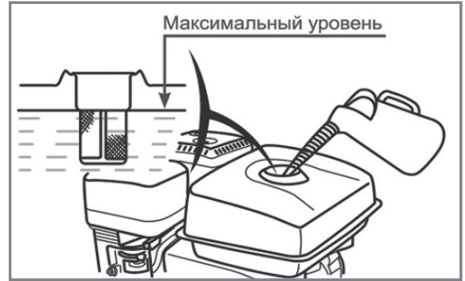

Рис. 10 Максимальный уровень топлива в топливном баке
ВНИМАНИЕ! Не заполняйте топливный бак полностью. Заливайте бензин в топливный бак до уровня примерно на 25 мм ниже верхнего края заливной горловины, чтобы оставить пространство для теплового расширения топлива. Максимальный уровень топлива показан на Рис. 10
3. Залейте бензин в топливный бак при помощи специальной емкости или воронки до уровня, показанного на Рис. 10